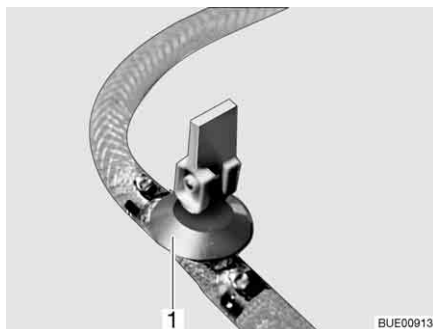
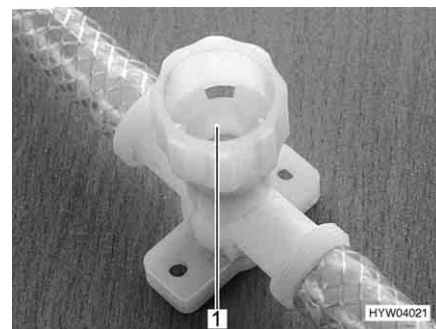

Fig. 239 Rubinetto di scarico (con leva a bilanciere)
Fig. 240 Rubinetto di scarico (con tappo a vite)
- Aprire tutti i rubinetti di scarico. Mettere la leva a bilanciere del rubinetto di scarico (Fig. 239,1) in posizione verticale o chiudere il coperchio del rubinetto di scarico (Fig. 240,1) in senso antiorario.